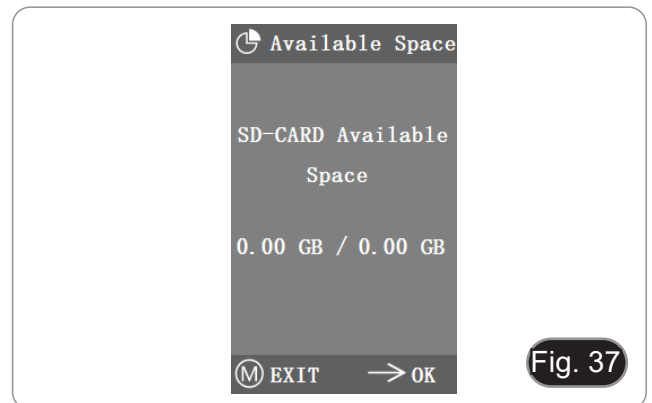

Fig. 37
2. Se "0,00 Gb / 0,00 Gb" for exibido (Fig. 37), o cartão SD não foi inserido com sucesso; por favor tente reinseri-lo.